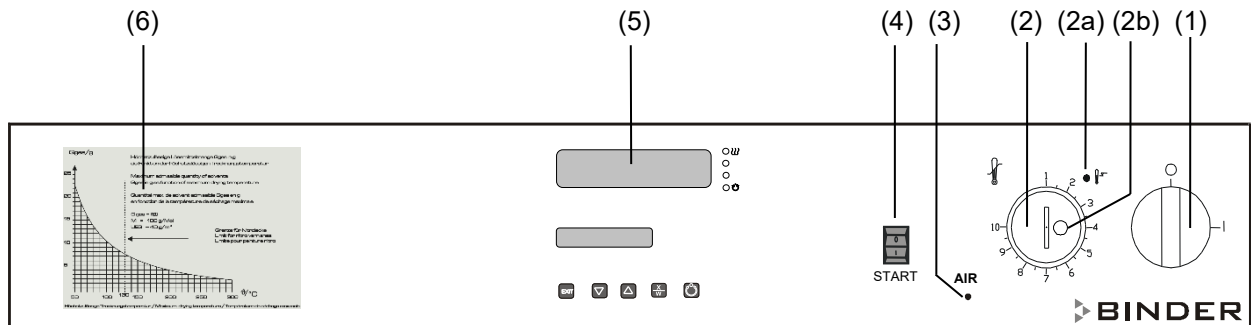

Figure 5: Panneau d'instruments de l'appareil standard FDL 115
L'écoulement de l'air est contrôlé par un dispositif de contrôle d'écoulement fixé dans la partie supérieure de l'appareil (interrupteur de pression différentielle). En cas de perturbation, le dispositif de surveillance procède à une coupure immédiate du chauffage suivie d'un signal visuel : Témoin lumineux rouge « AIR » (3) (voir Figure 5).